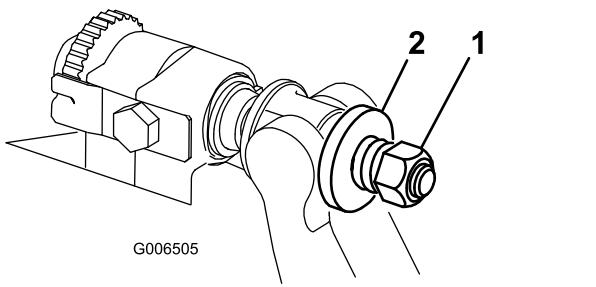

Figure 32
4. Serrez l'écrou de tension du ressort jusqu'à ce que les spires soient jointives, puis desserrez-le de 1/2 tour (Figure 32).
10. Serrez l'écrou sur chaque vis de réglage de la barre d'appui jusqu'à ce que le ressort de compression soit complètement comprimé, puis desserrez l'écrou de 1/2 tour (Figure 32).